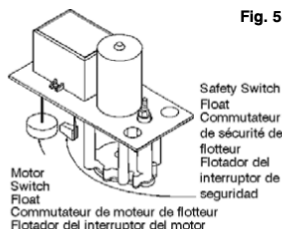

Fig. 5
- Test motor switch by raising motor switch float with finger (Figure 5). Motor should turn on just before circlip on stem contacts stem guide.
3. Tester le commutateur de moteur en levant le commutateur de moteur du flotteur avec le doigt (Fig. 5). Le moteur doit se mettre en marche juste avant que le ressort de la tige ne touche à tige de guidage.
3. Pruebe el interruptor del motor, levantando su flotador con el dedo (Fig 5). El motor deberá encenderse inmediatamente antes de que el fiador del perno del pistón entre en contacto con la guía de la varilla.